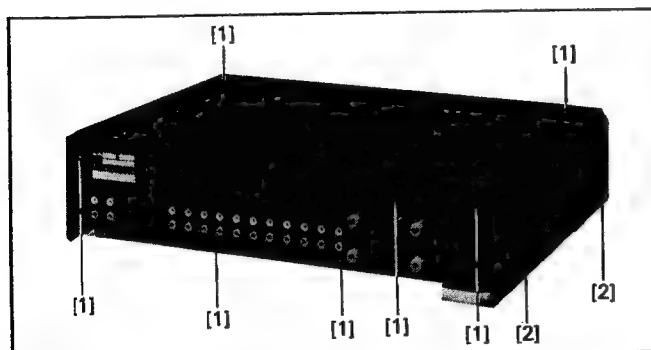

Fig. 2.1
- Je 2 Schrauben (2) lösen (Fig. 2.1).
- An Ober- bzw. Rückseite 9 Schrauben (1) entfernen (Fig. 2.1).